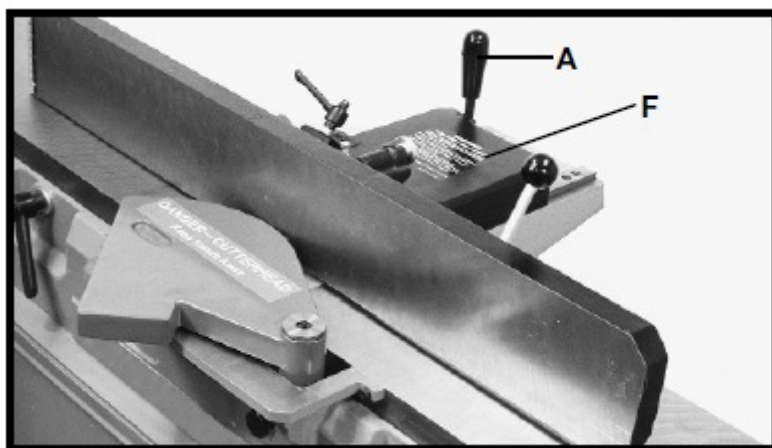

Рис. 30
Параллельный упор можно перемещать по столу, ослабляя фиксирующий рычаг (А), рис. 30; переместить параллельный упор в требуемое положение и надёжно затянуть фиксирующий рычаг (А). При перемещении параллельного упора по столу скользящая часть кронштейна (F) параллельного упора ограждает режущий вал сзади параллельного упора, как показано на рисунке.